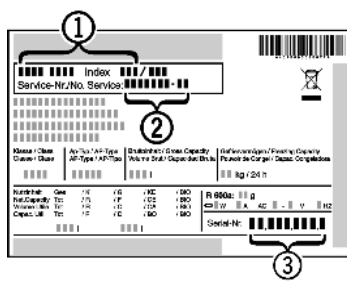

Fig. 9
- ▶ Обратитесь в сервисную службу и сообщите вид неисправности, наименование устройства Fig. 9 (1), сервисный № Fig. 9 (2) и серийный № Fig. 9 (3).